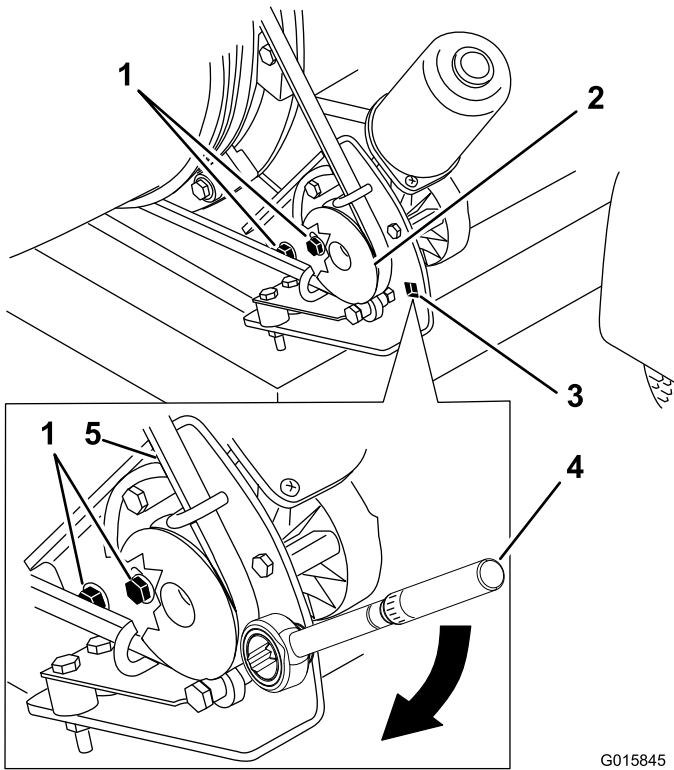

Figura 33
1. Afloje los pernos que sujetan el soporte de montaje de la polea al bastidor del soplador (Figura 33).
2. Coloque una llave dinamométrica en el soporte de montaje de la polea (Figura 33).
3. Gire el soporte de montaje de la polea alejándolo de la tobera del soplador hasta que la llave dinamométrica dé una lectura de 22.6–26.0 N·m (200–230 pulgadas-libra) (Figura 33).